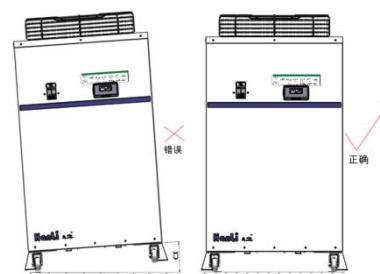

图 6-1 设备安装形式要求
- 必须水平安装放置，不可倾斜，如图 6-1 所示，对无脚轮设备需用地脚螺栓固定，对有脚轮设备将万向轮锁死。